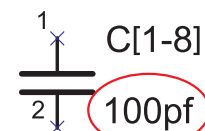

Рис. 23. Перемещение атрибута
20. Выполним команду меню Actions | Modify Items | Move или нажмем кнопку на панели инструментов, после чего выполним щелчок левой кнопкой мыши на значении номинала конденсатора 100pf и переместим его в позицию, показанную на рис. 23.